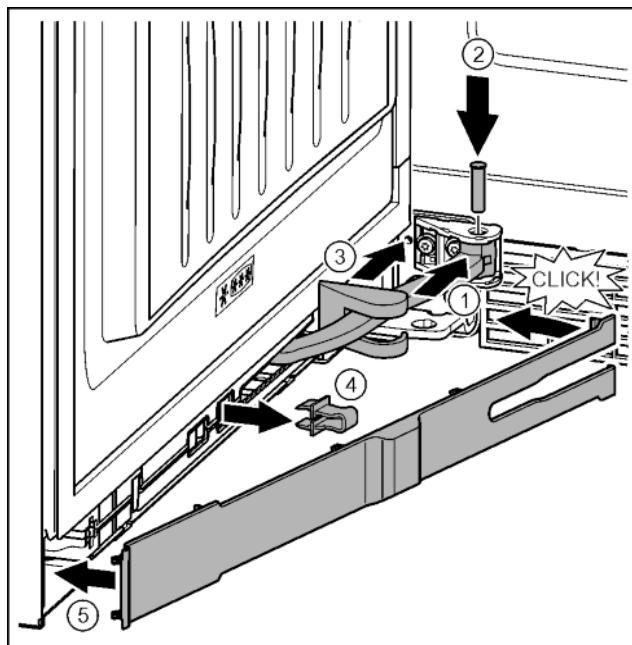

Fig. 39
- Повернуть шарнир в навеске. *Fig. 39 (1)*
- С помощью отвертки T15 вставить палец в навеску и шарнир. При этом следить за тем, чтобы выступ фиксатора занимал правильное положение в пазу. *Fig. 39 (2)*
- Переместить крышку опорного кронштейна вдоль шарнира и установить над навеской. *Fig. 39 (3)*
- Снять предохранитель. *Fig. 39 (4)*
- Установить накладку со стороны ручки и повернуть. *Fig. 39 (5)*